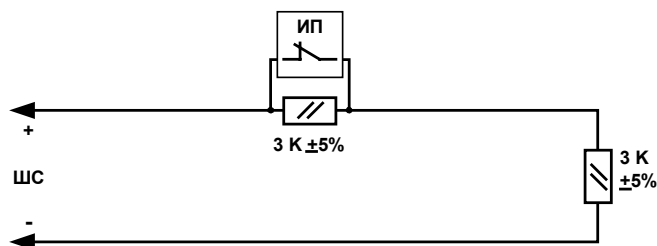

Рис. 6 Пожарный ШС с пассивным ИП (при срабатывании одного ИП формируется извещение «Пожар»)
- от пассивных ИП с нормально-замкнутыми контактами с формированием извещения «Пожар» при срабатывании одного извещателя в ШС с последующей проверкой повторного срабатывания через ~ 8 с (см. Рис. 6, Табл. 10);